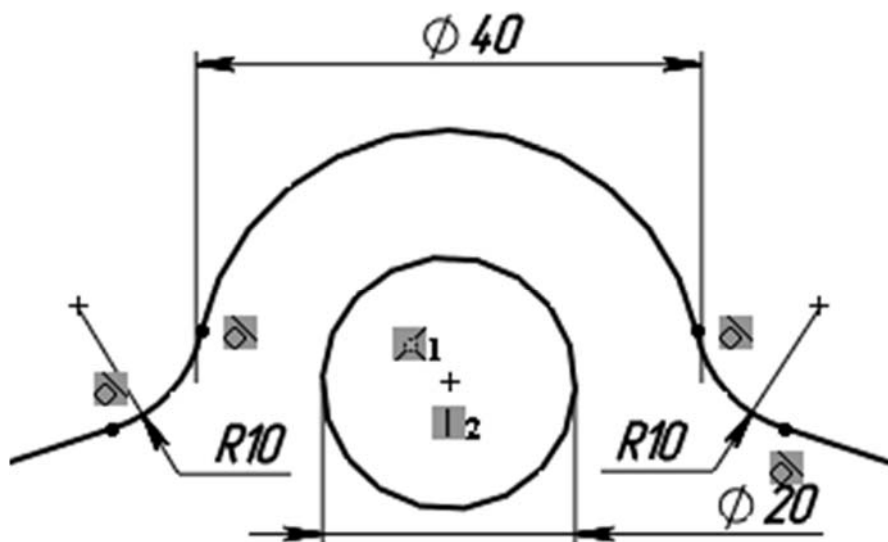

Рисунок 2.1 – Эскиз ушка фланца
- для формирования ушка будущей детали на большей окружности построить две (рисунок 2.1) диаметром 40 и 20 мм;